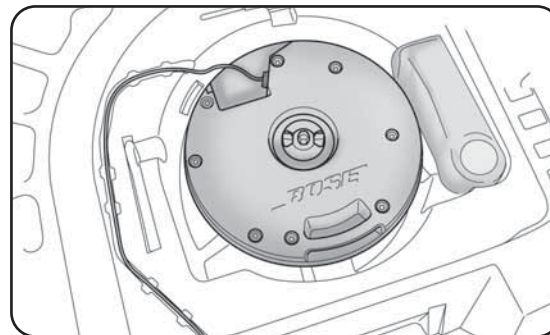

fig. 12
### Subwoofer et "Kit Fix&Go Automatic" fig. 12
- prenez le "Kit Fix&Go Automatic" logé à droite dans le coffre à bagages (fig. 12) ;